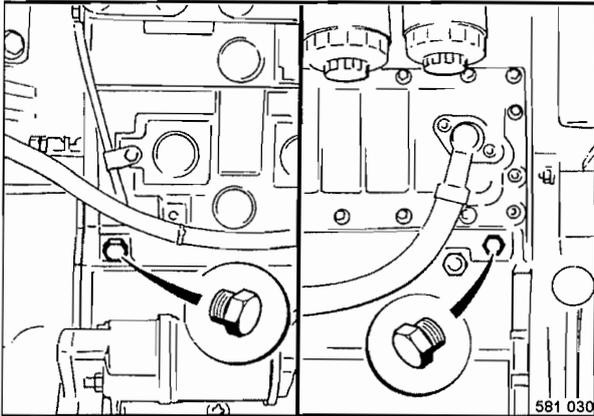

Fig. 101
- Desenroscar los tornillos de descarga en uno de los dos lados del bloque de cilindros, y descargar el líquido refrigerante (Fig. 101).